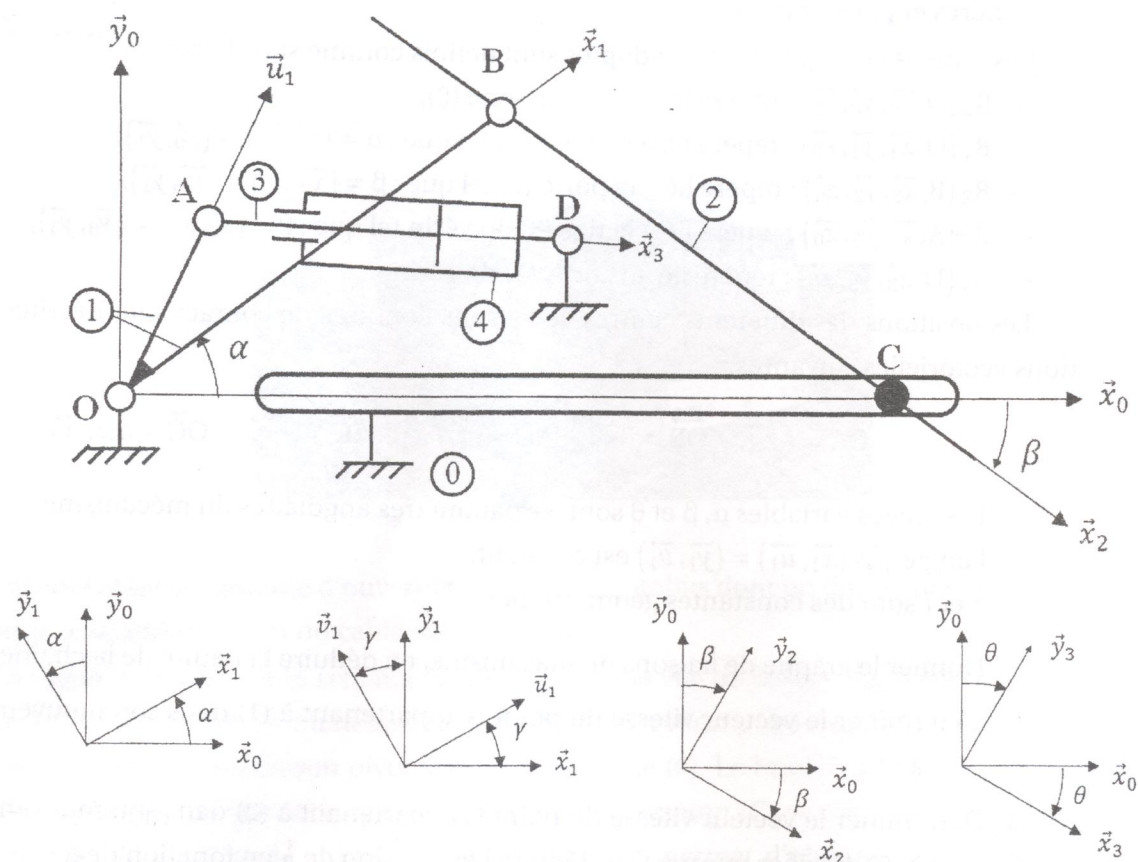

FIGURE 2 – Schéma cinématique et paramétrage du mécanisme
La Figure 2 représente le schéma cinématique de la vue de dessus du mécanisme actionneur d'une porte (2) d'autobus. Au dessus de cette porte, un vérin pneumatique (air comprimé) (3,4) entraîne la bielle (1) en liaison pivot avec la carrosserie (0). Le bras (OB), encastré à la bielle (1), entraîne le battant de porte (2) qui est guidé par un maneton (C) se déplaçant dans une rainure. L'amplitude de rotation de la bielle (1) de 90° environ permet d'obtenir les positions extrêmes (ouvert / fermé) du battant (2).
Les repères et les paramètres adoptés sont définis comme suit (Figure 2) :